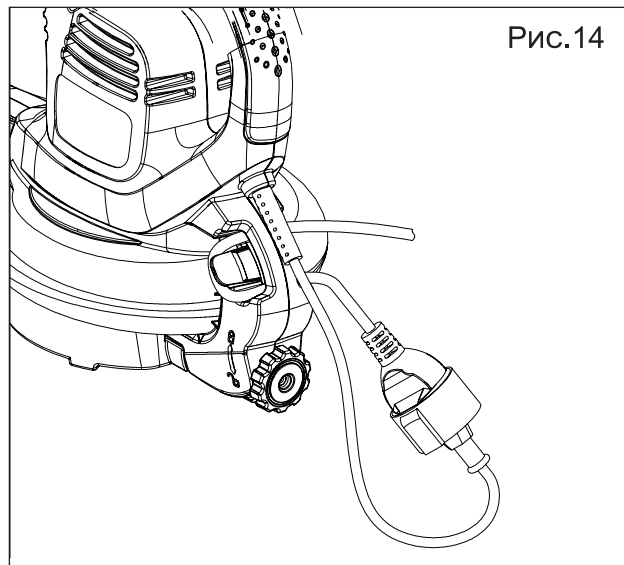

Рис.14
1. Подсоедините удлинительный шнур к корпусу двигателя с помощью фиксатора шнура, расположенного на задней части воздуходувки. Такая фиксация удлинителя предотвращает случайное отсоединение шнура питания во время работы (Рис.14).